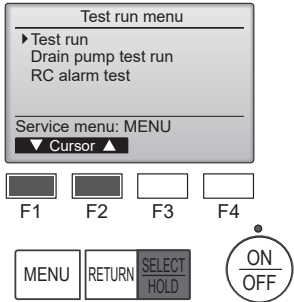

Fig. 7-2
- 2 Dans le Menu test de fonctionnement, sélectionnez "Test run" (Test fonctions) puis appuyez sur la touche [SELECT/HOLD] (SÉLECTION/EN ATTENTE). (Fig. 7-2)